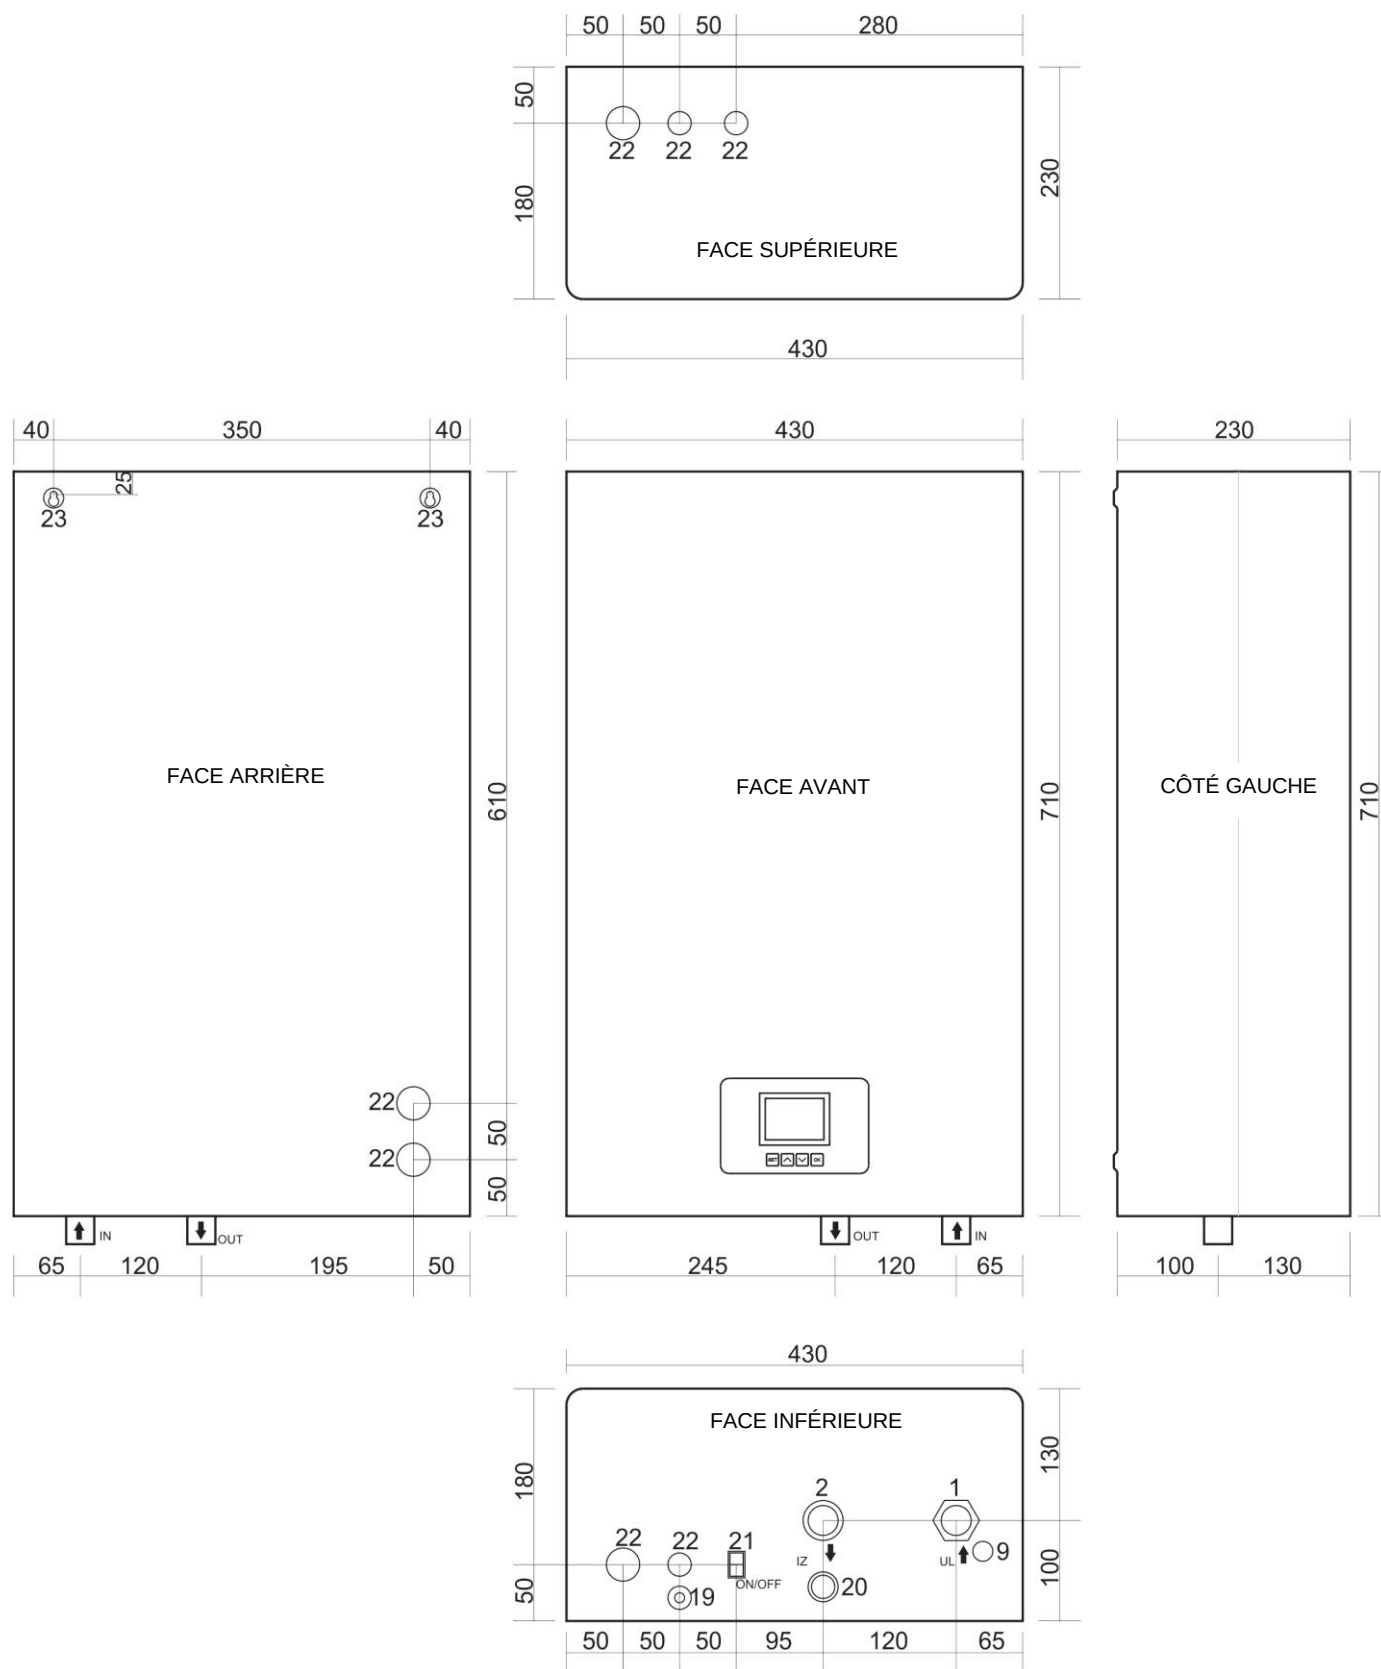

Figure 2: Dimensions et branchements
- Marquez la position des trous à percer pour le kit de montage en fonction des dimensions indiquées sur la figure 2.